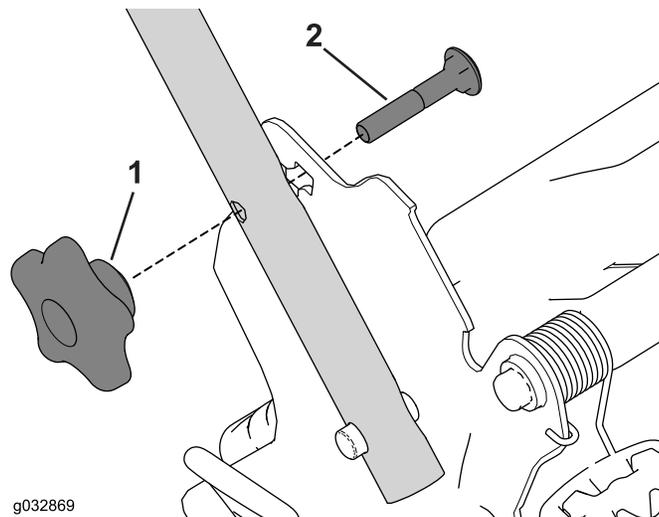

Figura 24
1. Retire y guarde los 2 pomos del manillar y los 2 pernos de cuello cuadrado de los soportes del manillar (Figura 24).